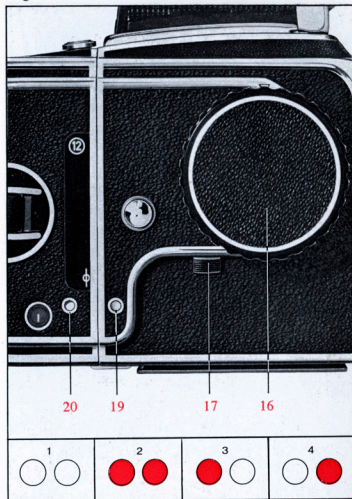

Fig. 18
A cet effet, tourner le bouton d'un tour en sens d'horloge. La rotation du bouton (16) agit également sur le voyant d'exposition (19) et sur le voyant d'avancement du film (20). Ces voyants peuvent afficher les combinaisons suivantes (voir Fig. 18) :
2. Les deux voyants sont rouges : le cliché exposé n'a pas été avancé et l'obturateur n'est pas armé. Il est donc nécessaire de tourner le bouton (16).
4. Le voyant d'avancement du film est blanc alors que le voyant d'exposition est rouge : le magasin dont le film avait été avancé au préalable, a été adapté à l'appareil non armé. Déposer le magasin et tourner le bouton (16) de manière à armer l'obturateur.